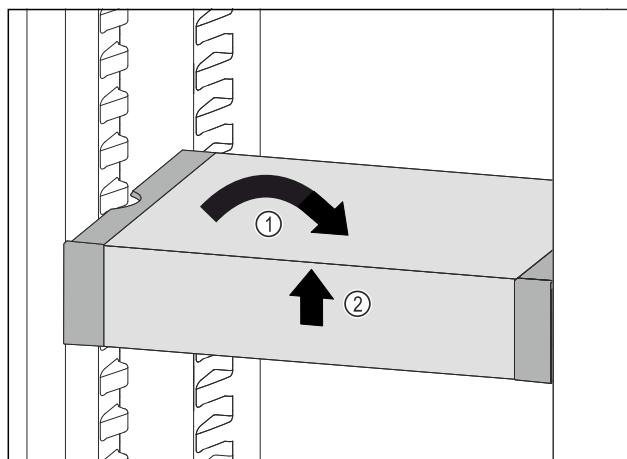

Fig. 84
- Collocare VarioSafe in maniera dritta. *Fig. 84 (1)*
- Sollevare VarioSafe dal lato anteriore. *Fig. 84 (2)*